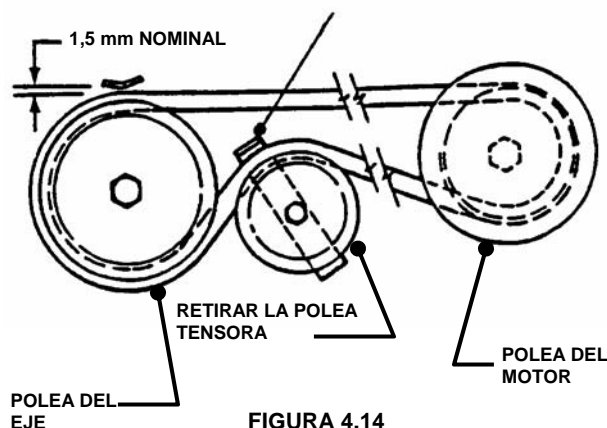

FIGURA 4.14
9. Pase la correa por encima de la polea del eje portacuchilla. Asegúrese que quede dentro de la guía para correa del eje portacuchilla y la guía de la polea tensora. Pase la correa como se muestra en la figura 4.14 o 4.15.
11. Ajuste la guía de la correa. Vea la figura 4.14 o 4.15, para los espacios libres de las guías de correa a correa.